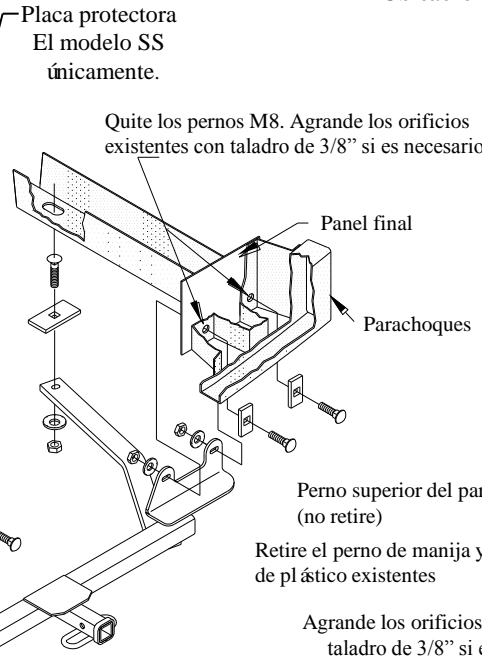

Figura 1
- Sin apretar, instale los pernos de carruaje de 3/8" y bloques, las arandelas cónicas y las tuercas hexagonales como se muestra en la figura 1.